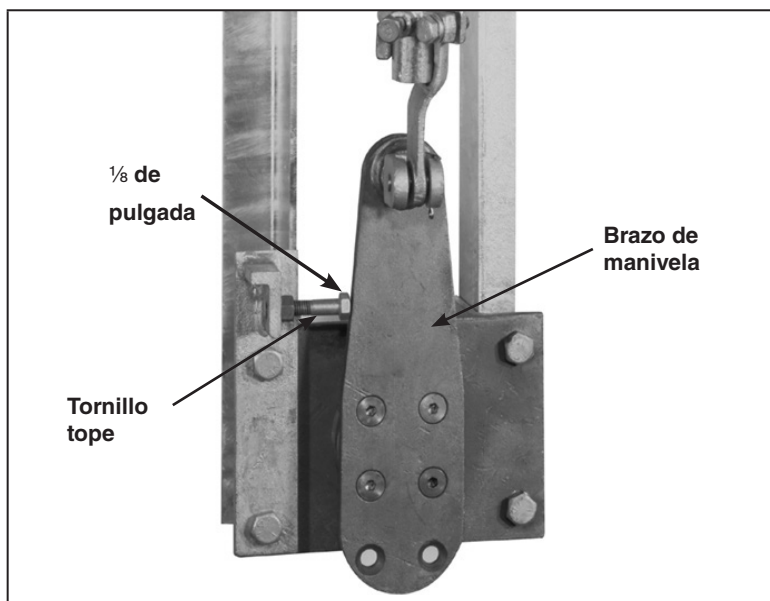

Figura 36. Ajuste del brazo de manivela de la chumacera exterior para la operación eléctrica.
- (f) Cuando se use un operador de Interruptor Tipo AS-1A de S&C o un Operador de Interruptores Automático 6801M de S&C, verifique que con el interruptor totalmente cerrado, exista una separación de aproximadamente $\frac{1}{8}$ de pulgada entre el brazo de manivela de la chumacera exterior y su tornillo de tope. Vea la Figura 36. (Esta separación es esencial para evitar que el tornillo de tope se doble durante la operación). Ajuste el tornillo de tope para dar dicha separación *después* de que se haga cualquier otro ajuste para lograr todo el cierre, la carrera o la acción de rótula. Asegúrese de volver a apretar la tuerca de presión al terminar el ajuste.